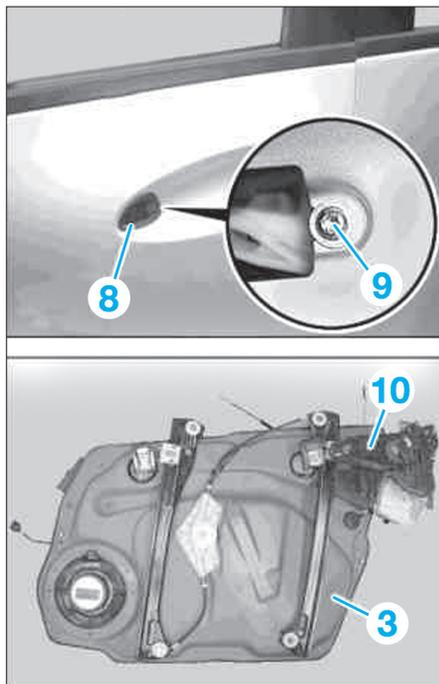

FIG. 45
- Déposer la poignée extérieure (7) de la porte en la tirant.
- Enlever le joint d'étanchéité (8) de la poignée de porte (Fig.45).